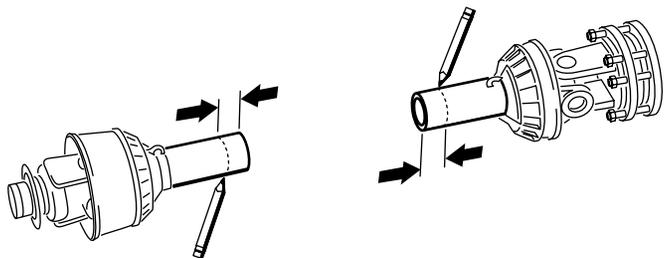
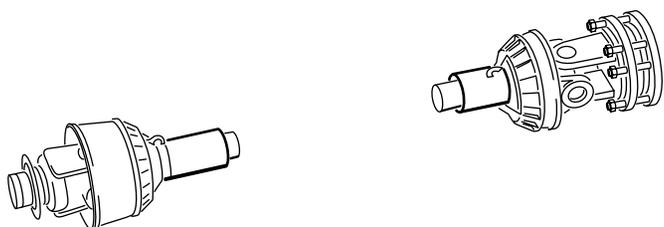

图20
图21
14. 使用在步骤 11 中确定的尺寸找到、标记并截短安全护罩露出轴管 图20 和图21。